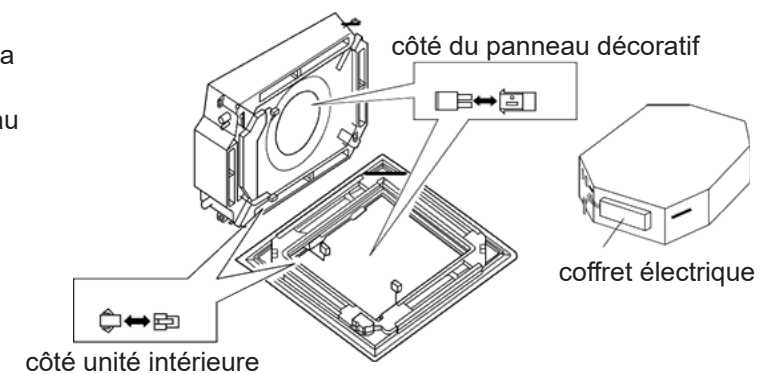

Fig. 3
a. Raccordez le conducteur du moteur du déflecteur au panneau décoratif (Fig. 3)